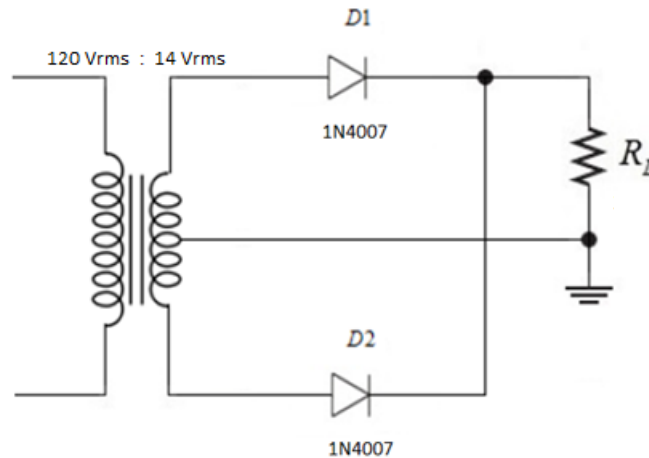

Figura 3. Rectificador de onda completa con tap central
- 3.4 Para un circuito rectificador de onda completa con tap central, calcular los valores pico, AC (rms) y DC (medios) de voltaje de la señal de salida. El circuito está formado por un transformador de 120 Vrms a 14 Vrms, dos diodos 1N4007 y una resistencia R_L como se muestra en la Figura 3. Graficar en papel milimetrado las señales de voltaje del secundario del transformador y de la salida del rectificador, detallando valores, etiquetas, escalas y leyenda.